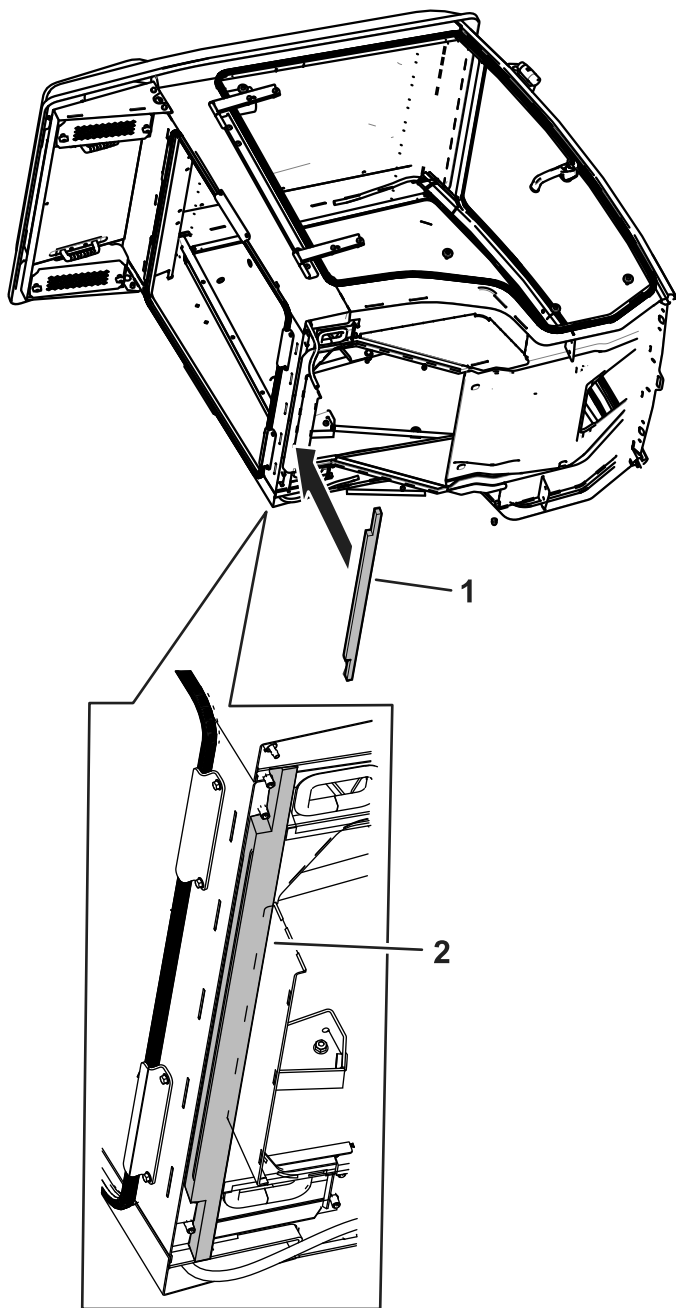

Рисунок 13
5. Установите уплотнение из пеноматериала на нижнюю часть кабины, как показано на Рисунок 13.